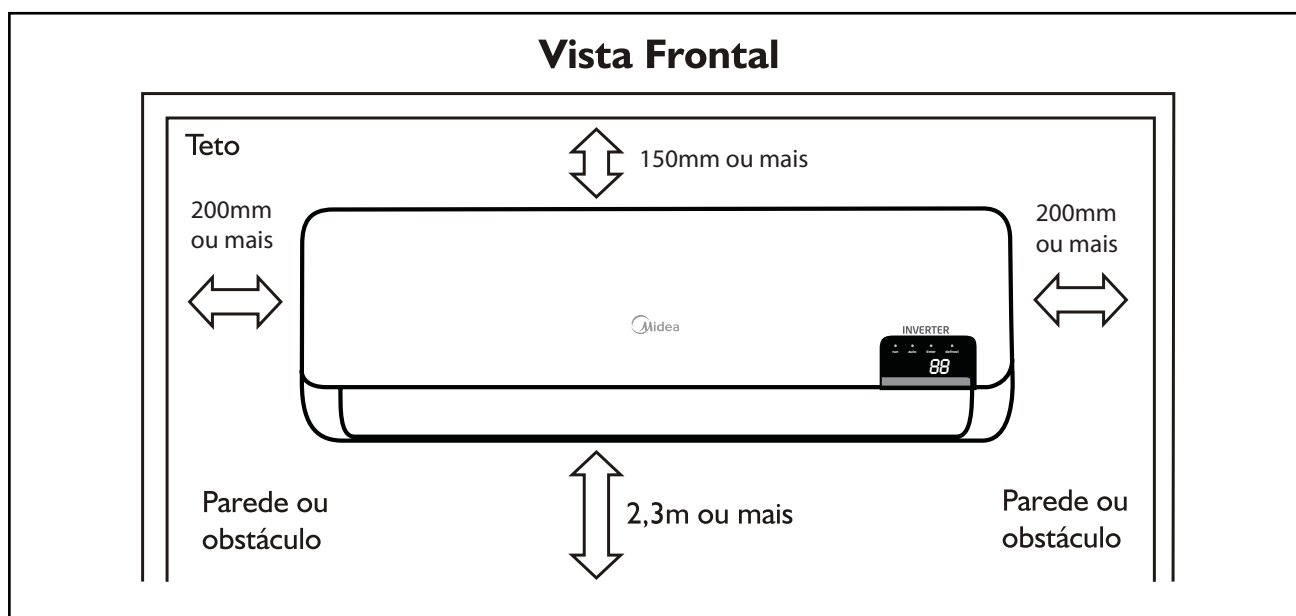

FIGURA 7 - ESPAÇAMENTOS MÍNIMOS RECOMENDADOS
- Selecionar um local com espaço suficiente que permita reparos ou serviços de manutenção em geral, como por exemplo a limpeza do filtro de ar. Os espaços mínimos apresentados na figura 7 deverão ser respeitados.